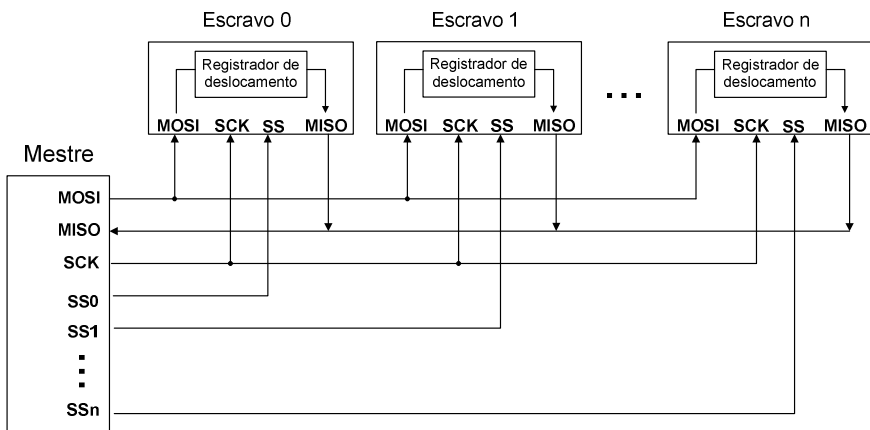

Fig. 14.2 – Conexão entre o mestre e vários escravos: seleção individual.
- Seleção individual de cada escravo: o mestre seleciona individualmente o escravo com que deseja comunicar-se, existirá um pino \overline{SS} dedicado para cada escravo. Desta forma, um dispositivo escravo não interfere no outro (fig. 14.2).